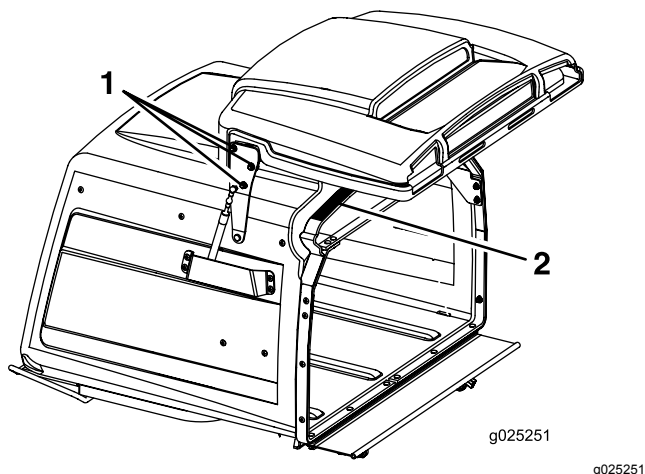

Figura 68
3. Allentate i 6 dadi della cerniera del portello (Figura 68).
4. Aprite la porta e posizionate una fascia in gomma di 9,5 mm o un flessibile di diametro 9,5 mm tra la tramoggia e il relativo sportello (Figura 68).